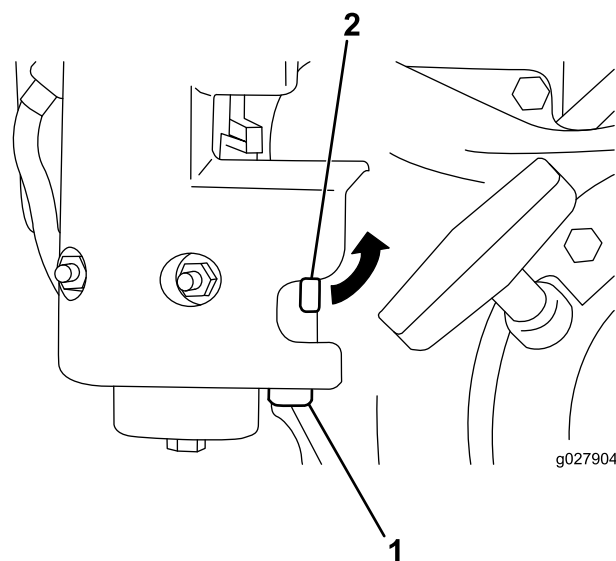

Рисунок 29
1. Закройте отсечной топливный клапан и выверните стакан отстойника из корпуса карбюратора (Рисунок 29).